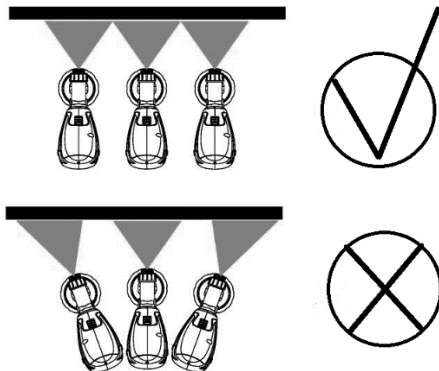

Рисунок 5
4.4 Фарбування потрібно починати із зовнішньої сторони робочої зони, тримаючи розпилювач паралельно, на однаковій відстані, приблизно 10-30 см від об'єкта (Рисунок 5.). Переміщайте розпилювач рівномірно горизонтально або вертикально, залежно від налаштування форми струменя. Плавне переміщення розпилювача, з постійною швидкістю, призведе до рівномірного покриття поверхні. Рух інструмента уздовж поверхні, що фарбується здійснюйте безперервною зигзагоподібною лінією. Щоб уникнути напливів фарби, робіть перерву між повторним фарбуванням поверхні (особливо вертикальної), достатній для висихання попереднього шару.